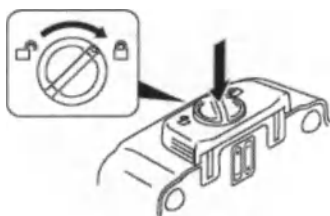

Рисунок 70 — Закрытие/блокировка дверцы батарейного отсека
3. Закройте дверцу и поверните ручку для блокировки дверцы батарейного отсека (рисунок 70).